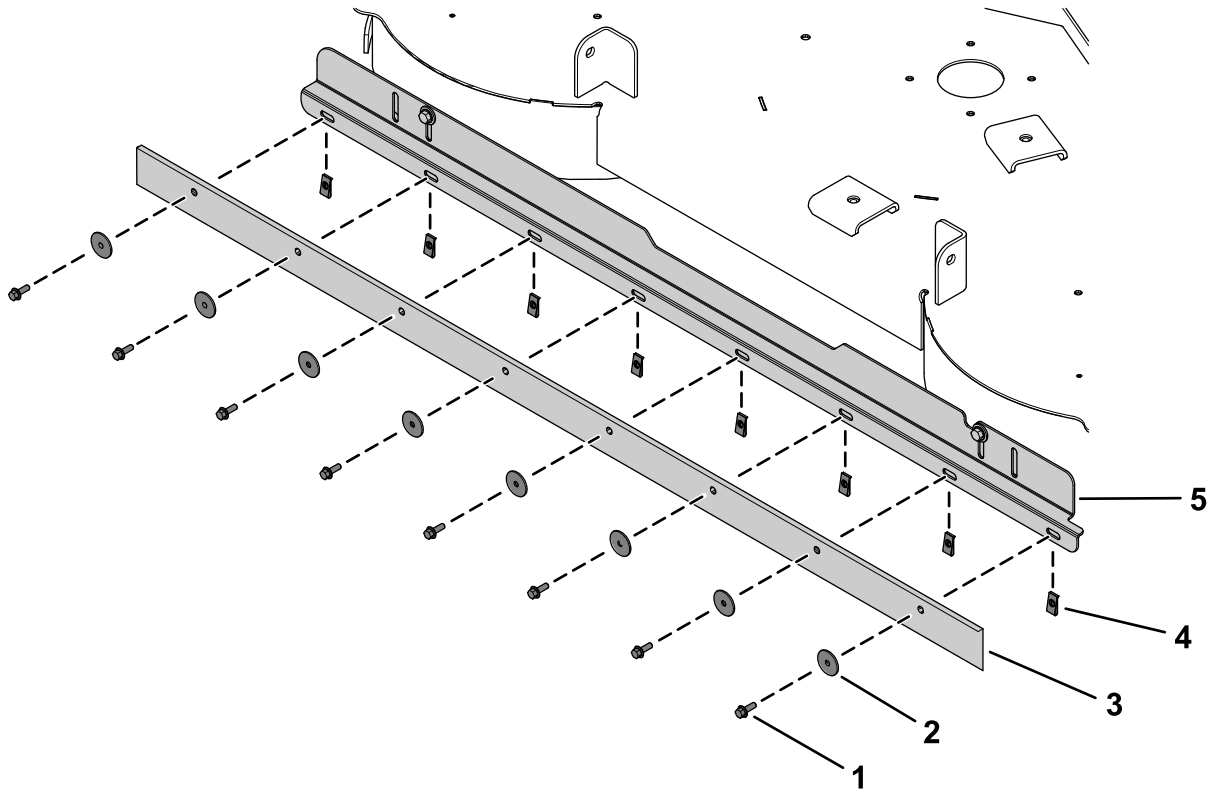

Figura 5
2. Instale las 8 tuercas rápidas en la pletina de sujeción (Figura 5).
3. Sujete la rasqueta a la pletina de sujeción y a las tuercas rápidas usando 8 tornillos de cabeza hexagonal ($\frac{1}{4}'' \times \frac{3}{4}''$) y 8 arandelas (Figura 5).